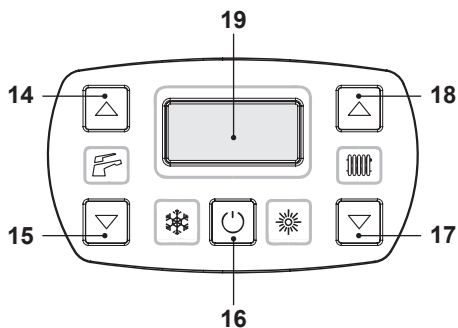
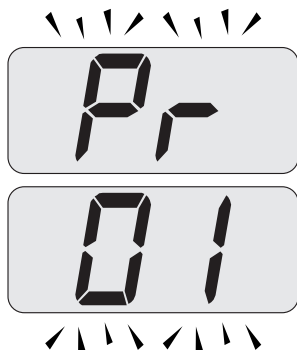
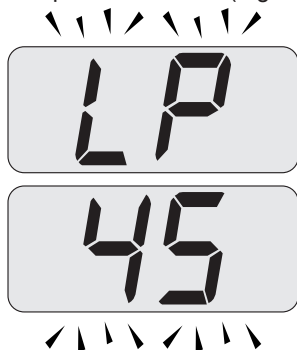

Figura 7.2
Figura 7.3
Figura 7.4
- Entrare in "modalità programmazione" premendo contemporaneamente per 10 secondi i tasti 16 - 17 - 18 (Figura 7.2) fino a far apparire sul display LCD le lettere **Pr** che si alternano con il codice **01**, indicanti l'entrata nel "parametro 01" (Figura 7.3).
- Premere contemporaneamente i tasti 17 e 18 (Figura 7.2) fino a far apparire sul display LCD le lettere **LP** che si alternano con il valore di temperatura dell'acqua di riscaldamento (es. **45**), indicanti l'entrata nell'attivazione della "funzione spazzacamino" alla potenza minima (Figura 7.4).
- Premere il tasto 18 (Figura 7.2) per entrare in modalità "spazzacamino alla potenza minima in riscaldamento". Sul display appare **hP** alternato alla temperatura dello scambiatore primario (Figura 7.5).
- Premere il tasto 17 (Figura 7.2) fino a far apparire sul display LCD le lettere **LP** che si alternano con il valore di temperatura dell'acqua di riscaldamento (es. **60**), indicanti l'entrata nell'attivazione della "funzione spazzacamino" alla potenza minima in sanitario (Figura 7.8).
- Spegnerne la caldaia tenendo premuto per 2 secondi il tasto 16 (Figura 7.2) fino a far apparire sul display LCD il simbolo  (Figura 7.9).